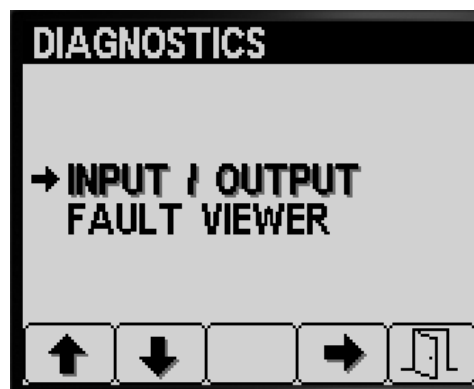

Figura 84
1. Apăsați butonul 1 sau 2 din ecranul Diagnostics (Diagnoze) până când ajungeți la opțiunea INPUT/OUTPUT (intrare/ieire) (Figura 84).
2. Apăsați butonul 3 pentru a selecta intrarea INPUT/OUTPUT (intrare/ieire) (Figura 84).
- Apăsai butonul 5 pentru a părăsi ecranul INPUT/OUTPUT (intrare ieșire) și pentru a reveni la ecranul DIAGNOSTIC (Diagnostică) (Figura 84).